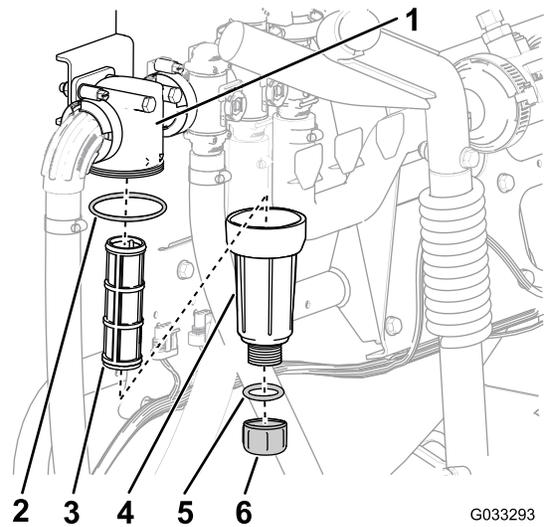

Figura 61
- Coloque un recipiente de drenaje debajo del filtro de presión (Figura 61).
- Gire el tapón de vaciado en sentido antihorario y retírelo del cuerpo del filtro de presión (Figura 61).
- Gire el cuerpo en sentido antihorario y retírelo del cabezal del filtro (Figura 61).
- Retire el elemento del filtro de presión usado (Figura 61).
- Compruebe la junta tórica del tapón de vaciado (situada dentro del cuerpo) y la junta tórica del cuerpo (situada dentro del cabezal del filtro) por si presentan signos de daños y desgaste (Figura 61).
- Instale el elemento del filtro de presión nuevo en el cabezal del filtro (Figura 61).
- Instale el cuerpo en el cabezal del filtro y apriételo a mano (Figura 61).
- Instale el tapón en el cuerpo y apriételo a mano (Figura 61).